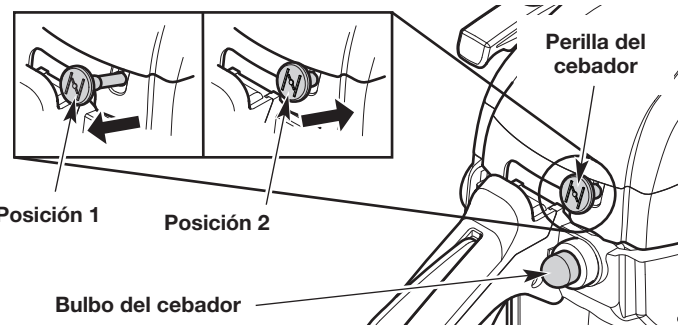

Fig. 4
2. Oprima y suelte despacio la pera del cebador **10 veces** (Fig. 4). Si no se ve combustible en la pera del cebador, oprima y suelte la pera hasta que se vea el combustible.
3. Tire de la perilla del cebador hacia afuera hasta la **Posición 1** (Fig. 4).
7. Empuje la perilla del cebador hacia adentro hasta la **Posición 2** (Fig. 4).